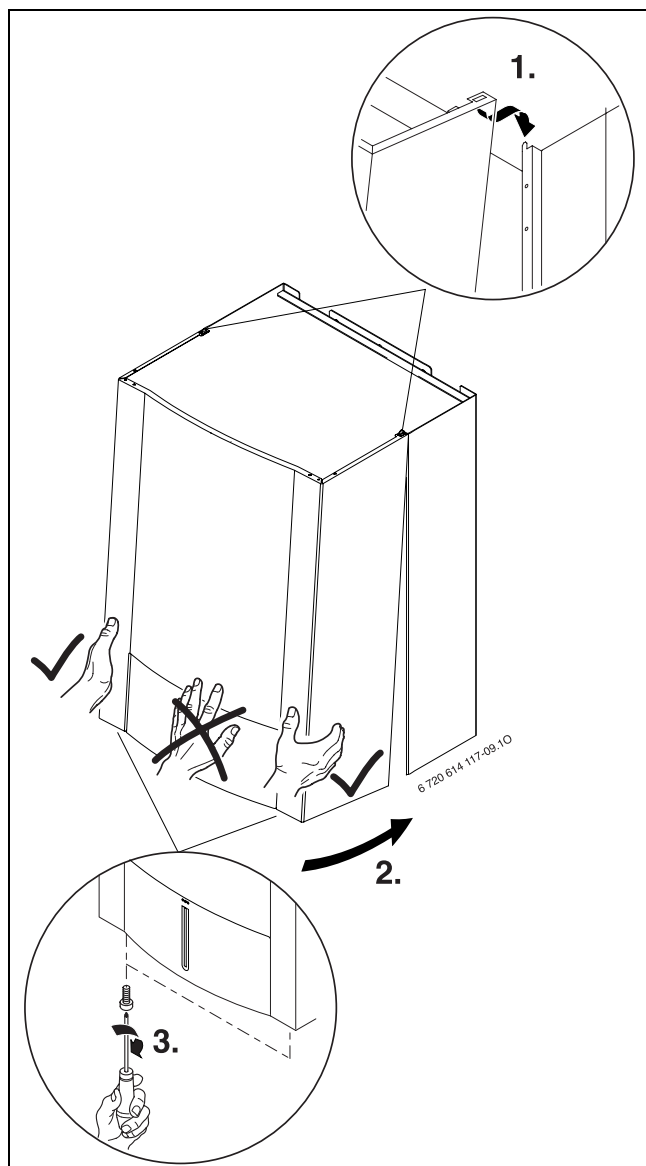

Fig. 19
- ▶ Agganciare il mantello, spingerlo verso il muro, far combaciare le lamelle di incastro e stringere le viti di bloccaggio (vedere le fasi in fig 19).